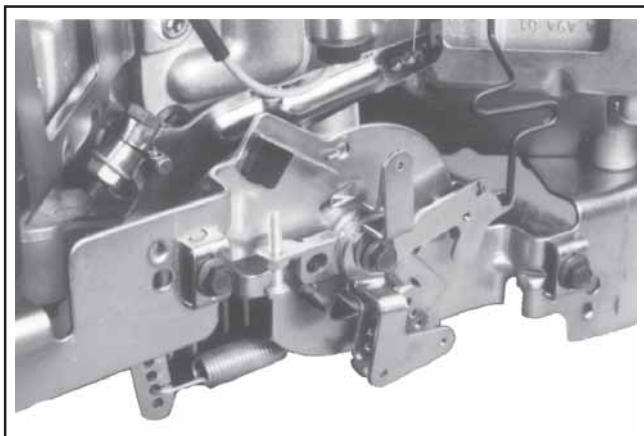

Figure 5-36. Commandes et tringles du régulateur (externes).
- La goupille de régulation entre en contact avec la languette de l'arbre intermédiaire et fait pivoter l'arbre. Une extrémité de l'arbre sort à travers le carter du moteur. La force de rotation de l'arbre intermédiaire est transmise au levier de l'accélérateur du carburateur via la tringle externe. Voir la Figure 5-36.
Effectuer ce réglage quand le bras du régulateur est détaché ou retiré de l'arbre intermédiaire. Voir Figure 5-36 et régler de la manière suivante :